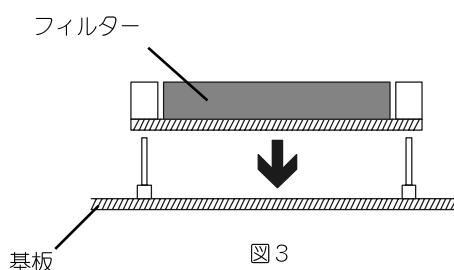

図3
4. 接続端子を曲げないように注意しながら“YF-122S”または“YF-122C”“YF-122CN”を“FIL-1”“FIL-2”的どちらかに差し込みます(図3参照)。